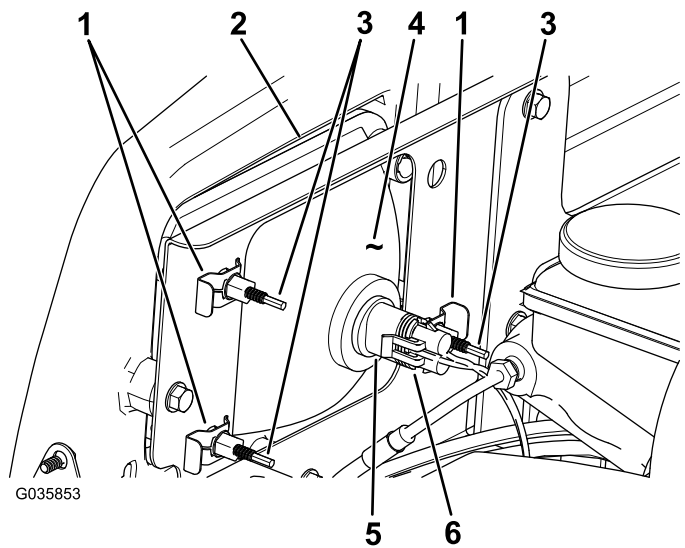

Figura 41
- Desconecte el conector eléctrico del arnés de cables del conector del conjunto de la lámpara (Figura 41).
- Retire los conectores rápidos que sujetan el faro al soporte del faro (Figura 41).
- Retire el faro desplazándolo hacia adelante y pasándolo por el hueco del parachoques delantero (Figura 41).
- Introduzca el faro nuevo a través del hueco del parachoques (Figura 41).
- Conecte el conector eléctrico del arnés de cables al conector del conjunto de la lámpara (Figura 41).
- En la parte trasera del faro, gire los tornillos de ajuste (Figura 41) para pivotar el conjunto y ajustar de la posición del haz de luz.